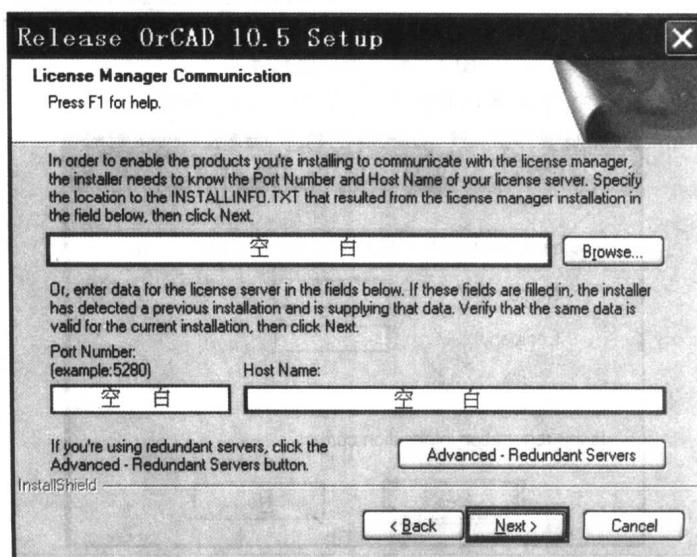

图 1-4a 许可证书管理交流界面
4) 请确认已关闭所有的防毒软件，以免造成安装过程的失败，此时请按下【确定】，进入许可证书管理交流界面，如图 1-4a 所示。